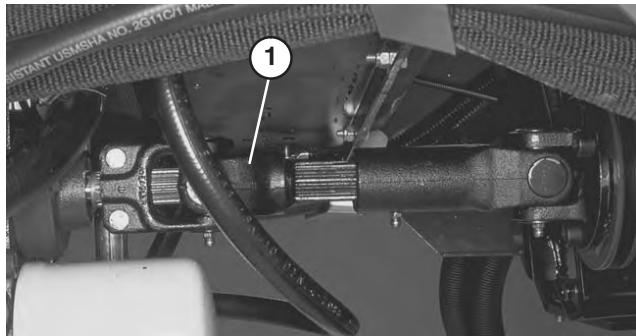

Bild 30
1. Nehmen Sie die Kopfschrauben ab, mit denen die Antriebswelle an der Antriebskopfkupplung befestigt ist. Lösen Sie die Kopfschrauben, mit denen die Antriebswelle am Getriebe befestigt ist (Bild 30). Nehmen Sie die Antriebswelle ab.
5. Bauen Sie nach dem Abschleppen die Antriebswelle wieder ein, siehe Bild 30. Die Keile lassen eine Montage nur zu, wenn die beiden Hälften der Welle richtig ausgerichtet sind.